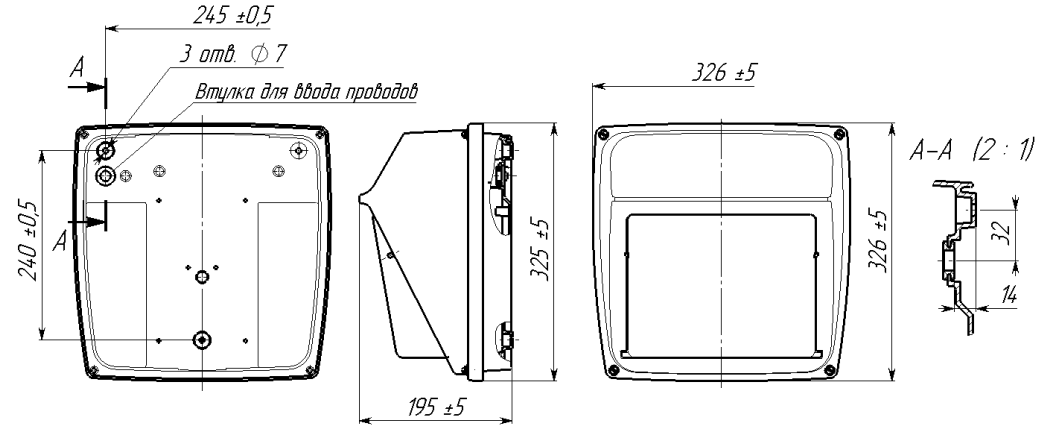

Рисунок 1
2.1 Светильники серии ЖБУ30/РБУ30/ГБУ30 «Плутон» (рисунок 1) предназначены для наружного освещения: освещения прилегающих к зданиям территорий, внутривортовых территорий, входов в подвезды зданий, переходов, подземных пешеходных переходов.